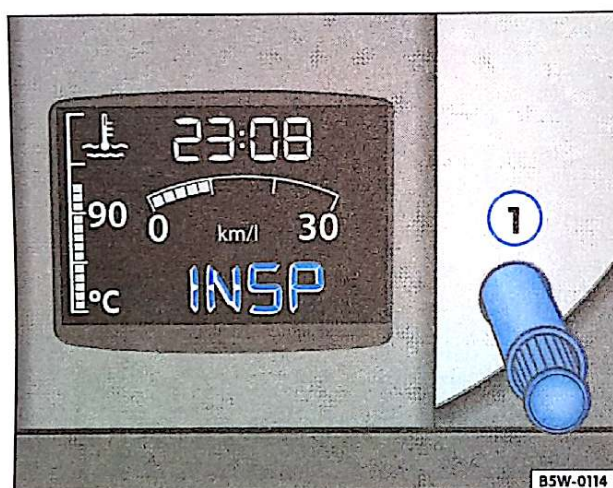

Fig. 41 Indicador do próximo serviço
Quando é atingido o prazo para a realização do serviço, no display do painel de instrumentos é visualizada a indicação intermitente **INSP** ⇒ fig. 41.
Esta indicação permanece durante 20 segundos após o motor ser ligado. Com a ignição ligada ou com o motor em funcionamento, pode-se retornar ao modo normal de operação, pressionando-se com um simples toque o botão de retorno do hodômetro parcial ⇒ fig. 41 ①.
- Pressione o botão de retorno do hodômetro parcial ⇒ fig. 41 ① e, mantendo-o pressionado, ligue a ignição.